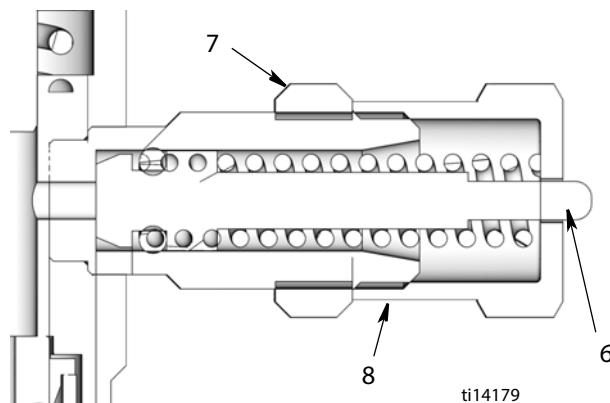

Рис.1
Номера в скобках см. на (Рис.1 и стр. 3).
Чтобы предотвратить выход из строя компонентов, регулировочная гайка (8) не должна выходить за пределы полностью втянутой позиции плунжера (6). См. раздел Рис.1.